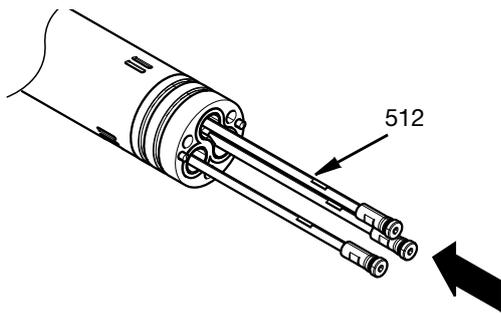

FIG. 29
9. Вставьте запорные клапаны со штоками (512) через адаптер в центральный корпус. См. FIG. 29.